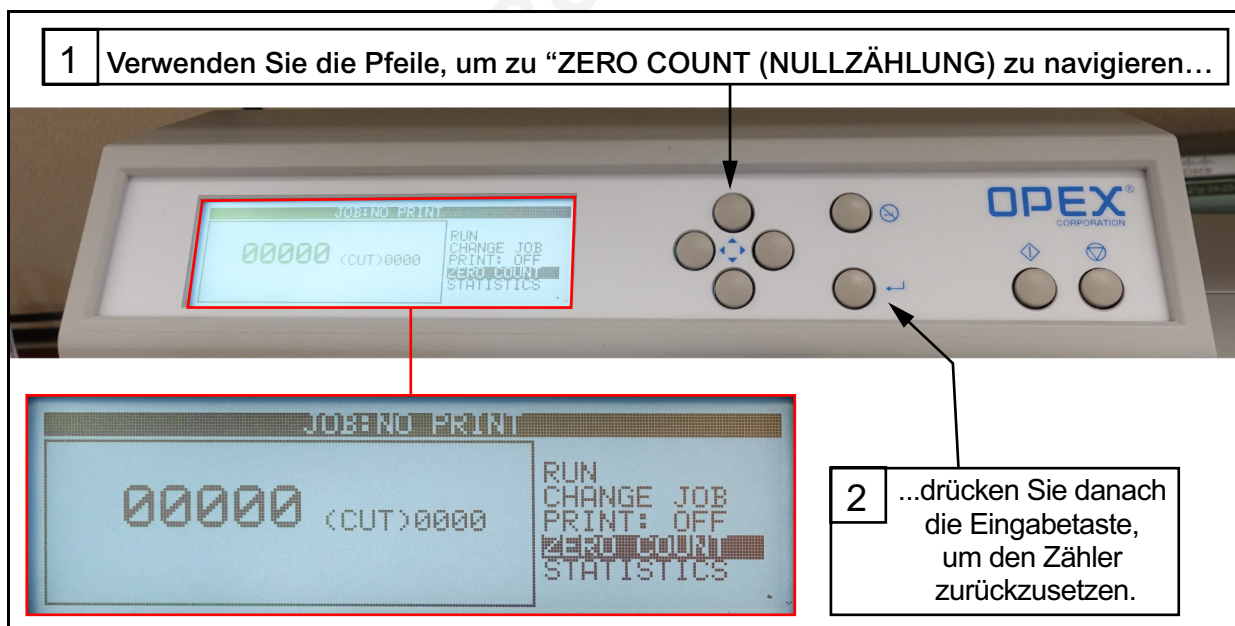

Abbildung 4-7: Den Zähler zurücksetzen
- Benutzen Sie die Pfeiltasten, um **ZERO COUNT (NULLZÄHLUNG)** hervorzuheben. Drücken Sie danach die **Eingabetaste**, um den Zähler (Abbildung 4-7) zurückzusetzen.